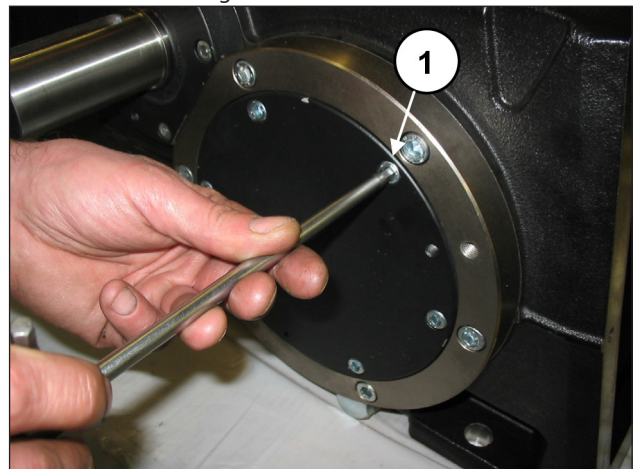

Abb. 10
Demontieren Sie die beiden Lagerdeckel und lösen hierzu die entsprechenden Schrauben (Pos. ①, Abb. 10).